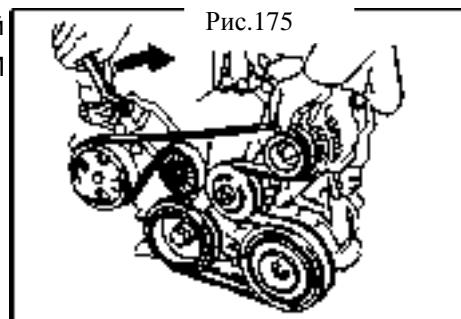

Рис.175
3. Снимите ремень ГРМ (рис.175).